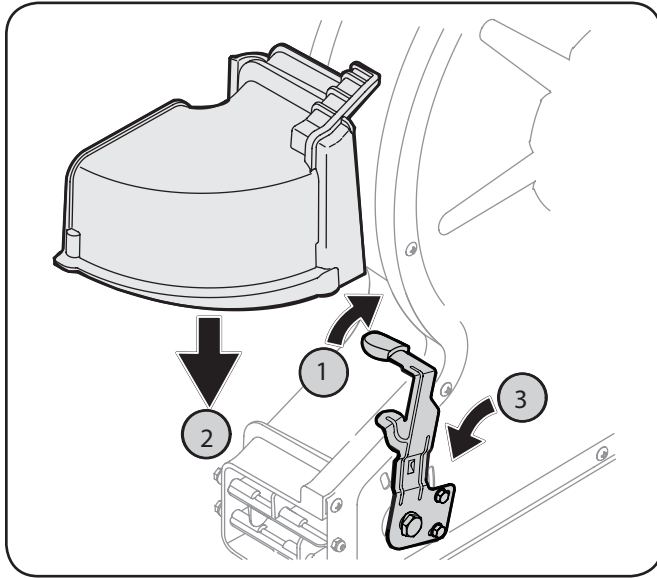

Figura 3-3
1. Gire la palanca direccional del soplador totalmente hacia la derecha, hasta la posición más elevada. Vea la Figura 3-3.
3. Gire la palanca direccional del soplador hasta la posición media para trabar el accesorio del canal en su lugar. Vea la Figura 3-3.